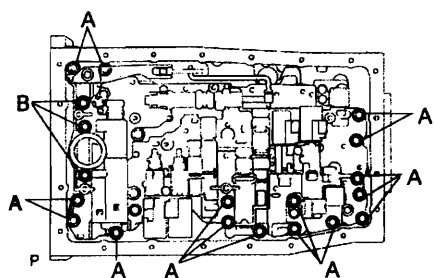
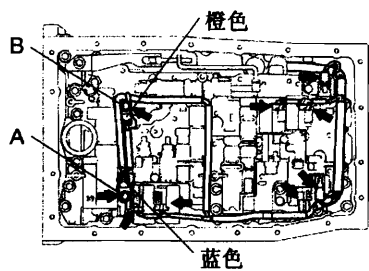
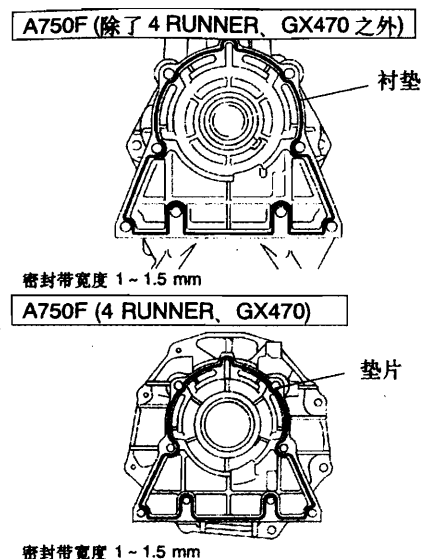

图 12-1-97
图 12-1-98
图 12-1-99
- ②如图 12-1-97 所示, 安装 19 个螺栓, 拧紧力矩为 $11\text{N}\cdot\text{m}$ 。螺栓 A 的长度为 25mm, 螺栓 B 的长度为 36mm。
(46) 安装变速器电缆。
- ①将新 O 形圈安装到变速器电缆上, 安装变速器线束。安装螺栓, 拧紧力矩为 $5.4\text{N}\cdot\text{m}$ 。连接电磁线圈连接器。
②连接 7 个电磁线圈连接器。安装 ATF 温度传感器。如图 12-1-98 所示, 安装卡箍和两个螺栓。螺栓 A 的长度为 36mm, 拧紧力矩为 $11\text{N}\cdot\text{m}$; 螺栓 B 的长度为 12mm, 拧紧力矩为 $10\text{N}\cdot\text{m}$ 。注意: 传感器橙色线束用于线性控制, 蓝色线束用于油温警告灯。
- (47) 安装阀体机油集滤器总成。将 ATF 涂到新 O 形圈上, 然后安装到阀体机油集滤器总成上。用 4 个螺栓安装机油集滤器, 拧紧力矩为 $10\text{N}\cdot\text{m}$ 。
- (48) 安装 4 个变速器油清洁磁铁。
(49) 安装自动变速器油底壳分总成。
①在油底壳上安装新的衬垫, 安装并紧固 20 个螺栓, 拧紧力矩为 $4.4\text{N}\cdot\text{m}$ 。
②安装放油塞, 拧紧力矩为 $28\text{N}\cdot\text{m}$ 。
(50) 用 SST 和锤子安装变速器壳连接装置新油封。
(51) 安装变速器壳连接装置接口分总成。
①如图 12-1-99 所示, 在 8 个螺栓上涂密封填料。